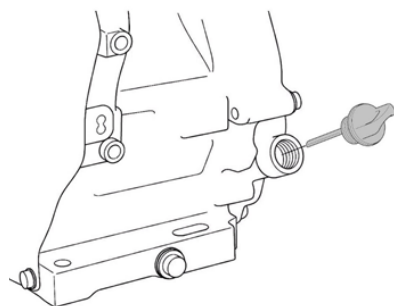

Рис. 7 Крышка-щуп маслосазливной горловины
2. Открутите крышку-щуп маслосазливной горловины и извлеките щуп (Рис. 7).
2. Выкрутите крышку-щуп маслосазливной горловины и извлеките щуп (Рис. 7).